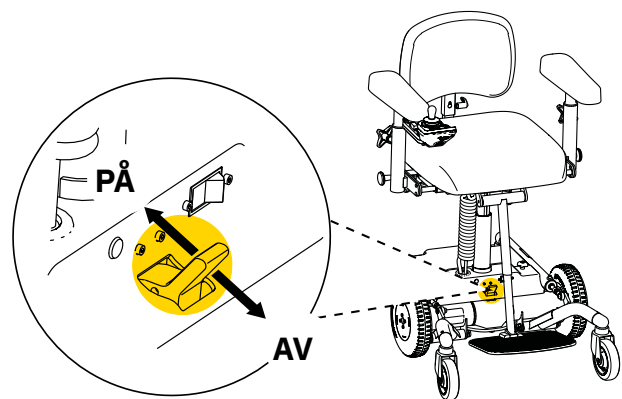
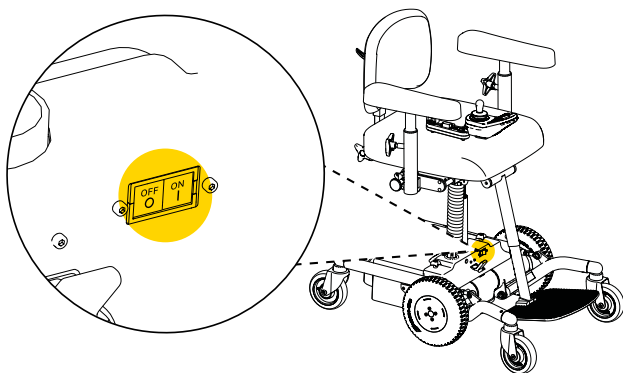

Figure 3.2. Débrayage du frein.
Figure 3.4. Coupe-circuit automatique
- Sur une surface plane, déplacer le produit en le faisant rouler. Pour que le produit puisse rouler, le frein doit être débrayé et le coupe-circuit automatique désactivé. Pour débrayer le frein, faire passer le réglage sur la position AV. Pour activer le frein, mettre le réglage sur la position PÅ (voir figure 3.2). Pour désactiver le coupe-circuit automatique, appuyer sur OFF. Avant la recharge et lorsque le produit doit être remis en service, le coupe-circuit automatique doit être réinitialisé : appuyer sur ON (voir figure 3.4). Après la déconnexion du coupe-circuit automatique, le boîtier de commande doit être redémarré deux fois pour réinitialiser les fonctions du produit.
- Pour un stockage plus long, déconnecter la batterie. Cela se fait à l'aide du coupe-circuit automatique (voir figure 3.4). Appuyer sur OFF pour déconnecter les batteries. Quand la batterie est désaccouplée, elle doit être rechargée tous les 4 mois pour maintenir sa fonction. Avant la recharge et lorsque le produit doit être remis en service, le coupe-circuit automatique doit être réinitialisé : appuyer sur ON. Après la déconnexion du coupe-circuit automatique, le boîtier de commande doit être redémarré deux fois pour réinitialiser les fonctions du produit. Recharger complètement les batteries avant utilisation (voir 2.3. Recharge.
- Lors du transport, la batterie doit être déconnectée. Cela se fait à l'aide du coupe-circuit automatique (voir figure 3.4). Appuyer sur OFF pour déconnecter les batteries. Pour réinitialiser le coupe-circuit automatique, appuyer sur ON. Après la déconnexion du coupe-circuit automatique, le boîtier de commande doit être redémarré deux fois pour réinitialiser les fonctions du produit.